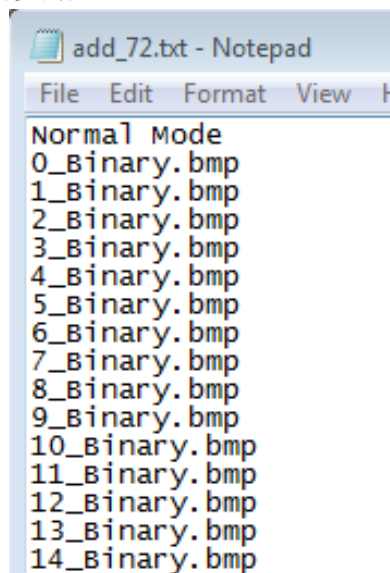
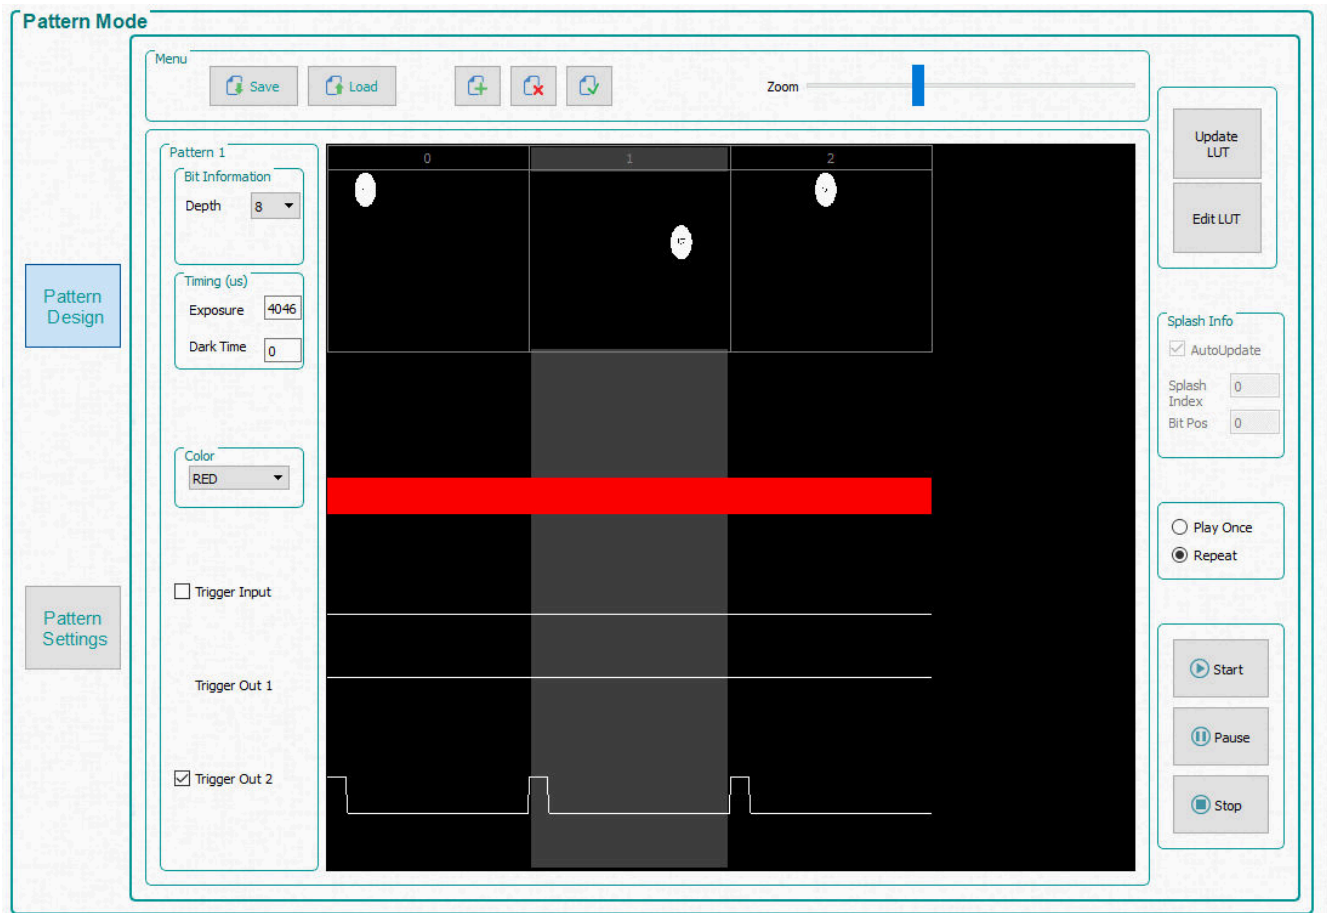

图 3-8. 从列表中添加
图 3-9. 图案序列
3. 点击 **Menu** 栏中的 **Add Pattern** 按钮，然后从图像示例目录中浏览任意三个位图图像。请确保从正在使用的 EVM 的正确图像文件夹中选择图像。可以在打开的文件对话框窗口中同时选择所有的三幅图像。一次选择多个文件时，操作系统可能不会按照选择图像的顺序加载图像。要按照预定义的顺序添加图像，请使用 **Load** 按钮。此选项从包含按所需顺序的每个位图的文件名的文本文件中加载图像。或者，您可以使用 **Add Pattern** 按钮一次添加一个图像，保按顺序加载图像。图 3-8 显示了从文件中加载图像的示例。位图图像必须与文本文件位于同一目录中。添加图像后，请参阅图 3-9。